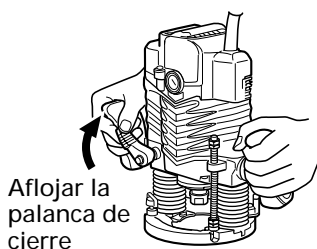
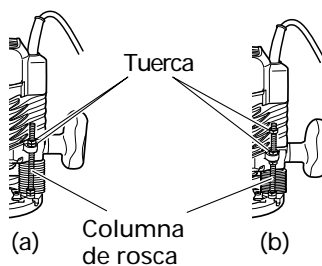

Fig. 4
Fig. 5
- (1) Para ajustar la profundidad de corte utilice la vara de detención.
- ① Coloque la herramienta sobre una superficie de madera plana.
- ② Gire el bloque del dispositivo de ajuste de tal forma que la sección a la que no está fijado el tornillo de ajuste de la profundidad de corte en un bloque del dispositivo de ajuste toque el fondo del polo del dispositivo de ajuste. Suelte la perilla de cierre del polo de tal forma que el polo del dispositivo de ajuste entre en contacto con el bloque del dispositivo de ajuste.
- ③ Afloje la palanca de cierre y presione el cuerpo de la herramienta hasta que la broca toque la superficie plana. Apriete la palanca de cierre en este punto. (Fig. 4)
- ④ Apriete la perilla de cierre del polo. Alinee el indicador de profundidad con la graduación "0" de la escala.
- ⑤ Afloje la perilla de cierre del polo y súbala hasta que el indicador se alinee con la graduación que indica la profundidad de corte deseada. Apriete la perilla de cierre del polo.
- ⑥ Afloje la palanca de cierre y presione el cuerpo de la herramienta hacia abajo hasta que el bloque del dispositivo de ajuste alcance la profundidad de corte deseada.
- (2) Como se muestra en la Fig. 5 (a), aflojando las dos tuercas de la columna roscada y moviéndolos hacia abajo, podrá desplazar hacia abajo la posición del extremo de la broca cuando haya aflojado la palanca inmovilizadora. Esto será muy útil para mover la fresadora vertical a fin de alinear la broca con la posición de corte. Como se muestra en la Fig. 5 (b), apriete la tuercas superiores e inferiores para asegurar la profundidad de corte.
- (3) Cuando no vaya a emplear la escala para ajustar la profundidad de corte, empuje hacia arriba el poste retenedor de forma que no quede en medio.